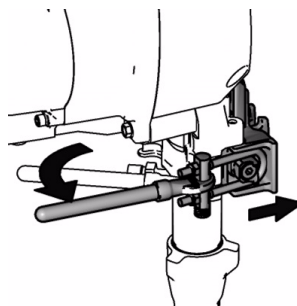

Рис. 18
7. Рис. 18. Храповой механизм откроет дверь насоса.